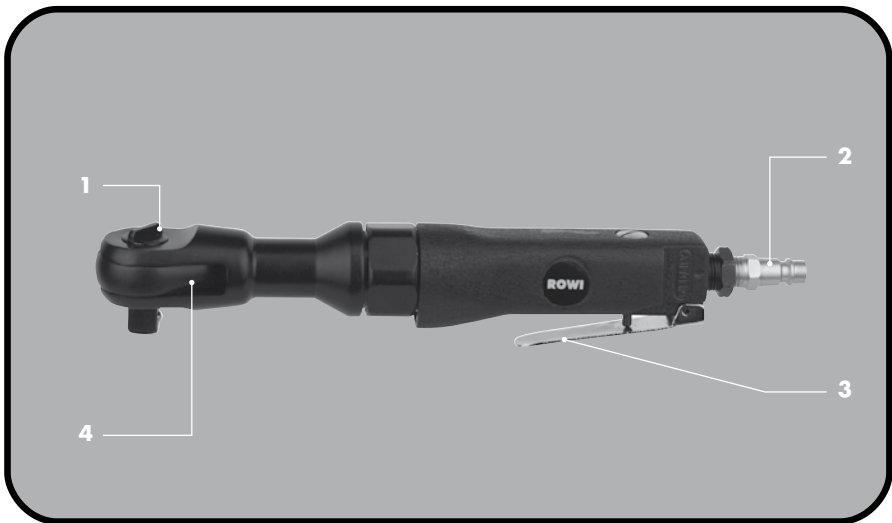

Abb. 2: Geräteübersicht
1. Entfernen Sie die Transportkappe vom Druckluftanschluss des Ratschenschraubers (siehe Abb. 2, Nr. 5).
1. Wählen Sie eine passende Stecknuss aus und setzen Sie diese auf die Vierkantaufnahme (siehe Abb. 2, Pos. 4).
3. Überprüfen Sie die Geräteeinstellungen und nehmen Sie bei Bedarf die entsprechenden Änderungen vor (siehe Kapitel 4.3.2 – 4.3.3). Schalten Sie dann den Kompressor ein. Lassen Sie den Kompressor einmal so lange laufen, bis der maximale Kesseldruck erreicht wurde und das Gerät abschaltet. Betätigen Sie dann den Abzugshebel (siehe Abb. 2, Nr. 2), um das Gerät zu starten.
Zum Festziehen von Schrauben drehen Sie den Umschalthebel (siehe Abb. 2, Nr. 1) am Ratschenkopf im Uhrzeigersinn auf Position F. Das Gerät schaltet von Linkslauf auf Rechtslauf.
Zum Lösen von Schrauben drehen Sie den Umschalthebel (siehe Abb. 2, Nr. 1) am Ratschenkopf gegen den Uhrzeigersinn auf Position R. Das Gerät schaltet von Rechtslauf auf Linkslauf.
1. Ziehen Sie zunächst das nicht mehr verwendete Werkzeug aus der Vierkantaufnahme (siehe Abb. 2, Nr. 4) heraus.
Die Voraussetzung für eine einwandfreie Funktion und eine lange Produktlebensdauer dieses Druckluft-Ratschenschraubers ist eine regelmäßige Schmierung. Verwenden Sie hierfür ausschließlich ROWI Druckluft-Spezialöl (im Lieferumfang enthalten, Art.-Nr. 3 02 04 0001). Bei Verwendung eines Nebelölers wird das Gerät automatisch während des Betriebes mit Werkzeugöl versorgt. Sollten Sie keinen Nebelöler verwenden, muss das Gerät manuell geschmiert werden. Geben Sie hierfür vor jeder Inbetriebnahme 3 – 5 Tropfen Druckluft-Spezialöl in den Druckluft-Anschluss (siehe Abb. 2, Nr. 3). Betätigen Sie dabei den Auslöser. Nach einer Betriebspause von mehr als 5 Tagen geben Sie 5 – 10 Tropfen Werkzeug-Spezialöl in den Druckluft-Anschluss, bevor Sie das Gerät starten.